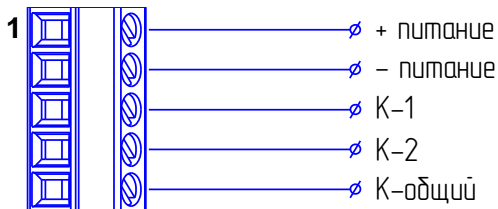

Рис. 8. СЕНС-ДКП. Схема подключения
- вставить концы проводов в клеммную колодку 10. Схема подключения рис. 8.